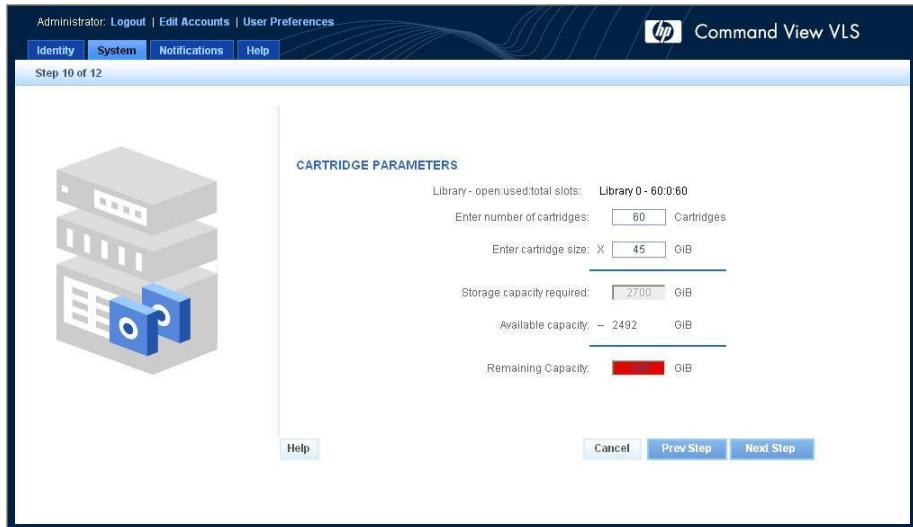

図 37. [Create Virtual Library Wizard] ウィンドウ (10/12)
8. カートリッジ数とカートリッジ サイズをそれぞれ、該当する入力ボックスに入力します(図 37)。